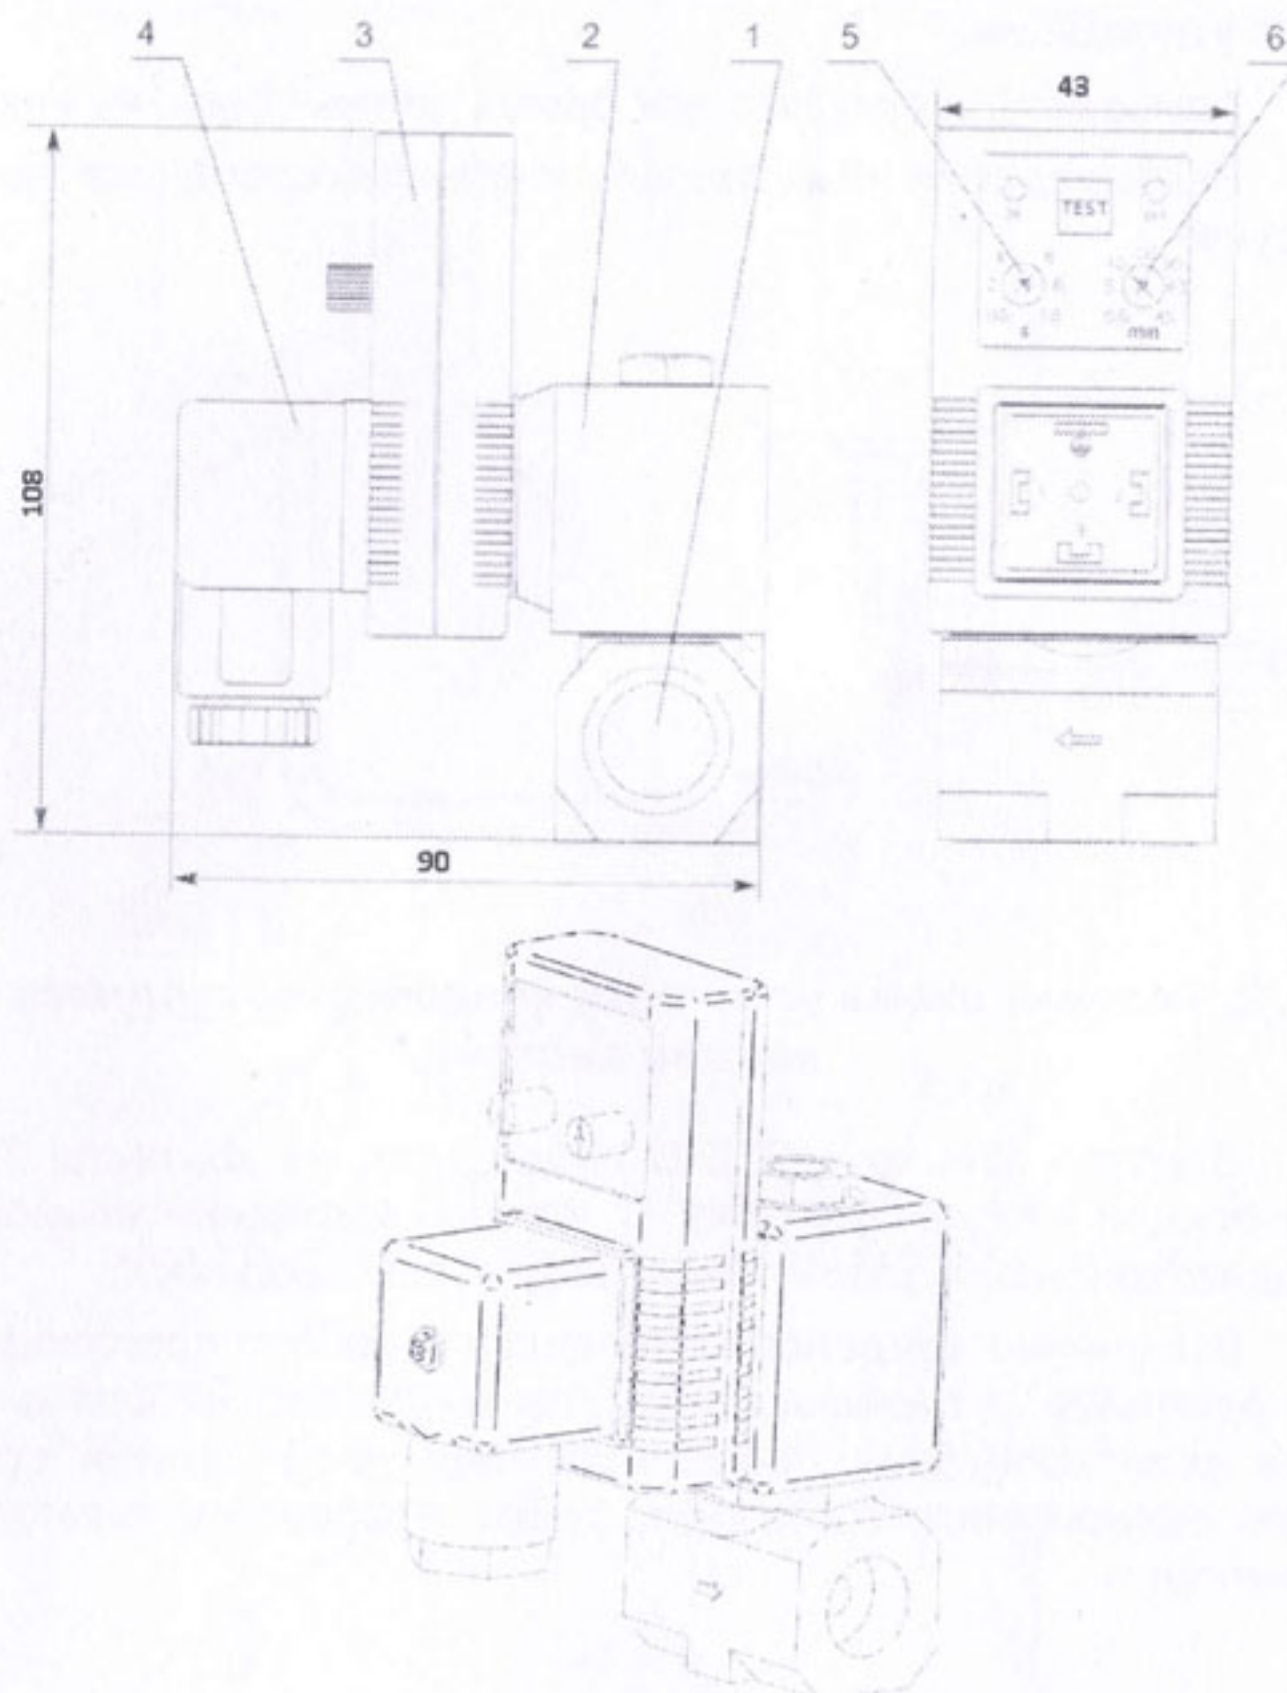

Рис.1 Общий вид конденсатоотводчика без дополнительных фитингов.
5.3. Общий вид конденсатоотводчика, габаритные и присоединительные размеры приведены на рис.1. Направление потока конденсата указано стрелкой на корпусе электромагнитного клапана.
6.7. Электропитание $\sim 220\text{ В}$ подводится на контакты 1 и 2 соединительной колодки (см. рис. 1). Контакт 4 соединительной колодки предназначен для заземления конденсатоотводчика.